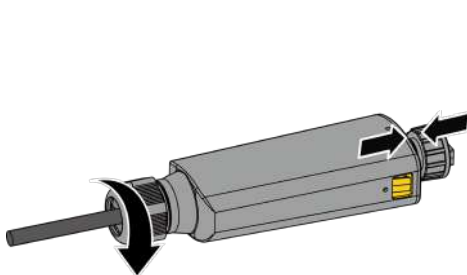

Abb. 33. Dichtung anbringen und Kabelverschraubung anziehen
4. Schließen Sie das Gehäuse mithilfe der beiden Verriegelungstasten und ziehen Sie die Kabelverschraubung an [X W_16/ 2 Nm] (siehe Abb. 33).